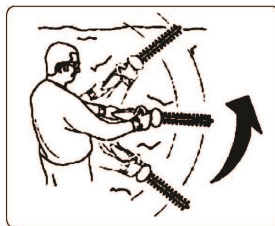

FIG. 15
**PODA LATERAL DE LOS SETOS.** Comience desde abajo y realice el movimiento de barrido hacia arriba. (Fig. 15)